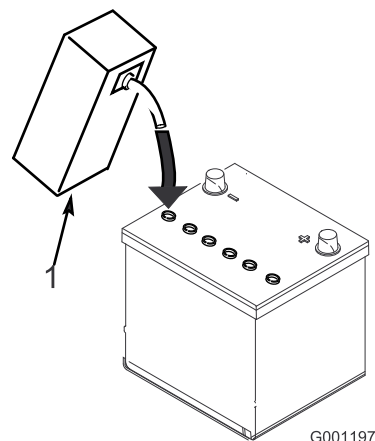

Figura 7
3. Riempite con cautela ciascun elemento di elettrolito finché le piastre non sono coperte con circa 6 mm di fluido (Figura 7).
4. Attendete circa 20 o 30 minuti perché le piastre assorbano l'elettrolito. All'occorrenza rabboccate finché l'elettrolito non è a 6 mm circa dalla base della tazza di riempimento (Figura 7).